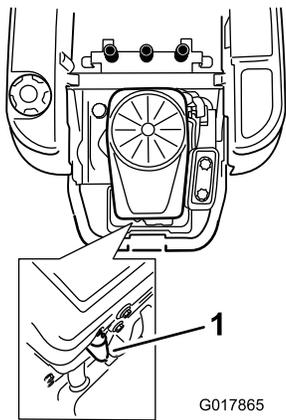

Bild 33
3. Klemmen Sie das Zündkabel von der Zündkerze ab (Bild 33).